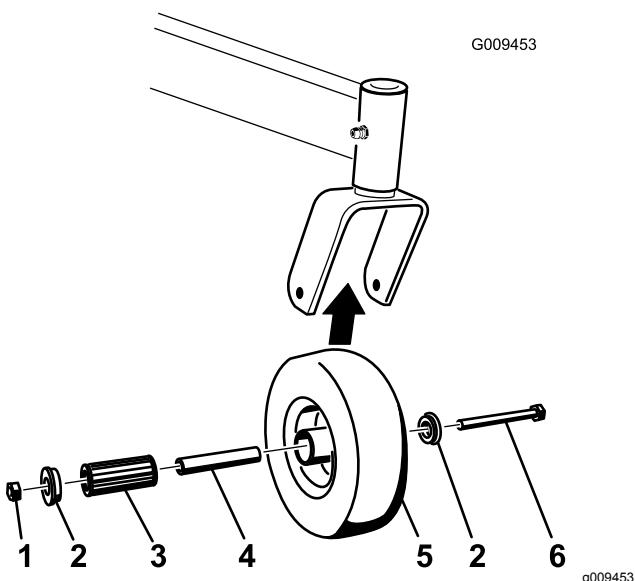

Figura 55
1. Retire la contratuerca y el perno que sujetan la rueda giratoria a la horquilla (Figura 55).
2. Retire un solo casquillo y tire del casquillo intermedio y del cojinete de rodillos para sacarlos del cubo de la rueda (Figura 55).
3. Retire el otro casquillo del cubo de la rueda y límpie la grasa y la suciedad del cubo de la rueda (Figura 55).
Nota: Repare o cambie cualquier pieza dañada o desgastada (Figura 55).
5. Coloque un casquillo en el cubo de la rueda (Figura 55).
6. Engrase el cojinete de rodillos y el casquillo intermedio y deslícelos en el cubo de la rueda (Figura 55).
7. Coloque el segundo casquillo en el cubo de la rueda (Figura 55).
8. Instale la rueda giratoria en la horquilla y fíjela con el perno y la contratuerca (Figura 55).
9. Apriete la contratuerca hasta que el casquillo intermedio se apoye contra el interior de las horquillas de las ruedas giratorias (Figura 55).